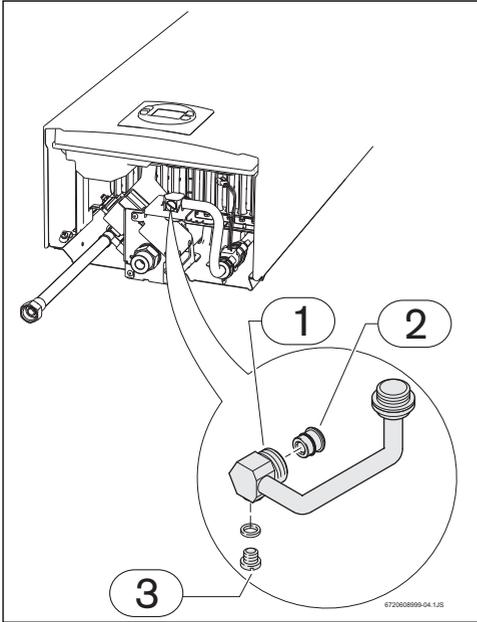

Fig. 10 Tornillo de purga
- ▶ Aflojar el tornillo de purga (Fig. 10) situado en el tubo de entrada de agua.